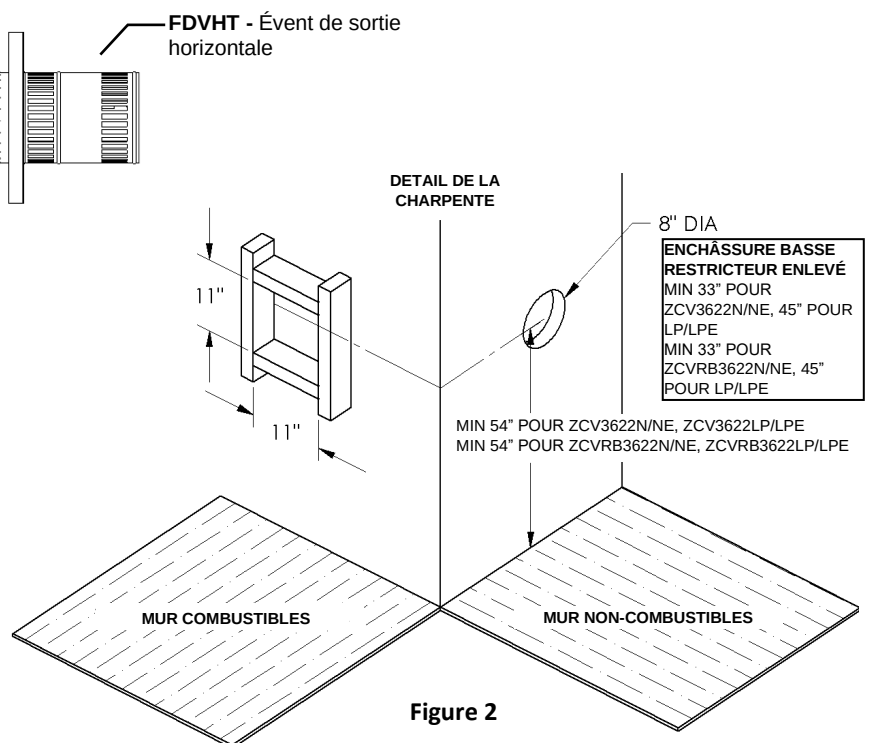

Figure 2
1. Pour déterminer la distance minimale entre le plancher du foyer et le centre de l'évent voir la page Comment encastrer votre foyer. Percez le mur en prévoyant un espace pour un manchon de 11po px11po (diamètre intérieur) pour les murs combustibles et un manchon de 8po de diamètre pour les murs non combustibles. (voir figure 2)
La longueur maximale est de 20p / 6.1m lorsque la longueur verticale est de 7pi / 2.1m (figure 2) N.B. : Pour chaque 12po de conduit horizontal il doit y avoir 1/4po de conduit vertical.